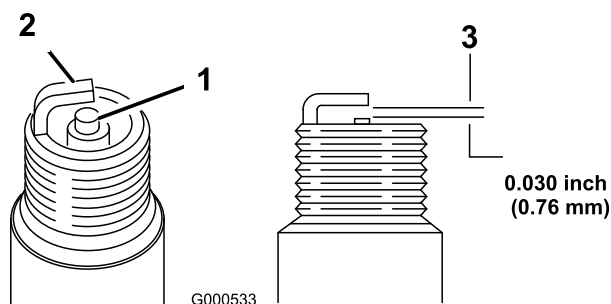

Bild 35
1. Sehen Sie sich die Mitte der Zündkerze an (Bild 35). Wenn der Kerzenstein hellbraun oder grau ist, ist der Motor richtig eingestellt. Eine schwarze Schicht am Kerzenstein weist normalerweise auf einen schmutzigen Luftfilter hin.
2. Prüfen Sie den Abstand zwischen den mittleren und seitlichen Elektroden (Bild 35). Verbiegen Sie die seitliche Elektrode (Bild 35), wenn der Abstand nicht stimmt.